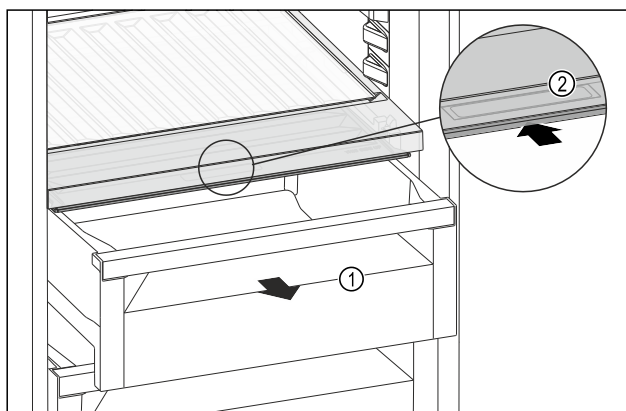

Fig. 115
- Retirer le tiroir Fig. 115 (1).
- Saisir la poignée encastrée Fig. 115 (2) du couvercle du compartiment et pousser le couvercle du compartiment vers l'arrière.